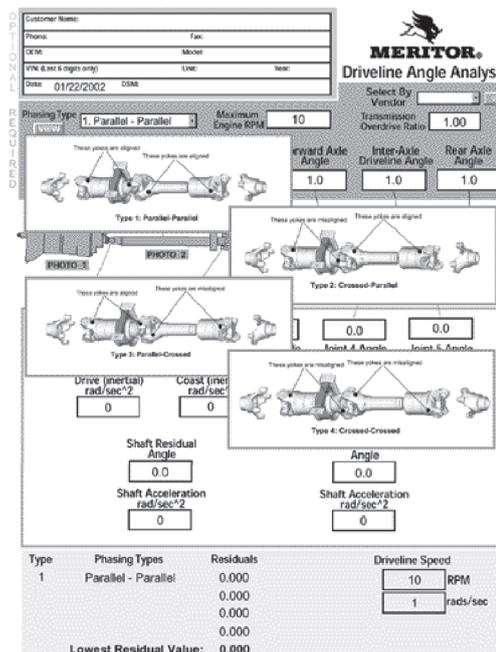

Figura 13.24
4. Digite o tipo de fase da linha de transmissão. Clique no botão VIEW próximo ao campo Tipo de Fase para ver exemplos dos quatro tipos de fase. Figura 13.24. As janelas de exemplo são fechadas passando-se o cursor sobre elas.